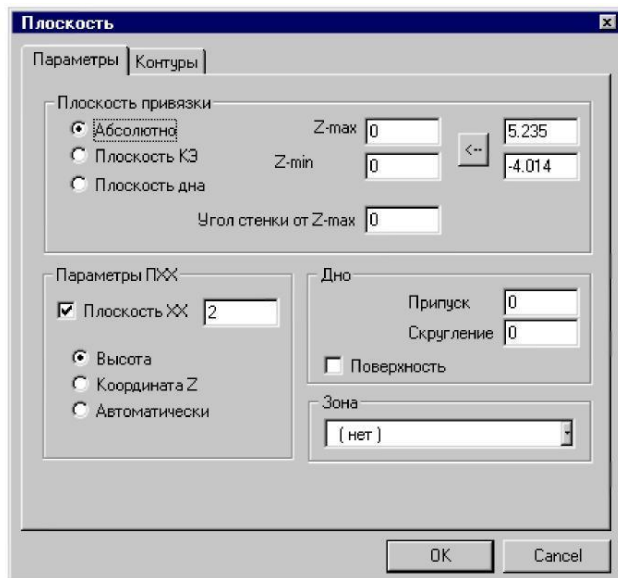

Рис.4.6
2. В группе «Плоскость привязки» выберите **Плоскость КЭ**, введите в поле **Глубина** значение **10** и нажмите кнопку ОК (рис. 4.6).